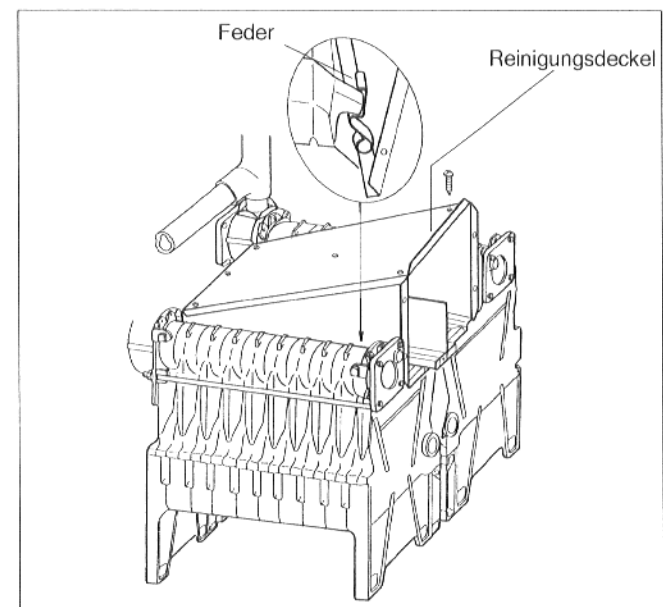

Abb. 18:
- Reinigungsdeckel auflegen und mit den Messing – schrauben und Unterlegscheiben an der Trennwand und den Seitenwänden locker verschrauben (Abb. 18).
- Die 4 Federn zwischen den Seitenwänden und dem Gußkörper einschieben. Die Seitenwände sollten nun an der inneren Nutbegrenzung anliegen (Abb. 18). Die Federn dienen der Stabilisierung des Abgassammlers und der Abdichtung zwischen Kesselblock und Abgassammlers.